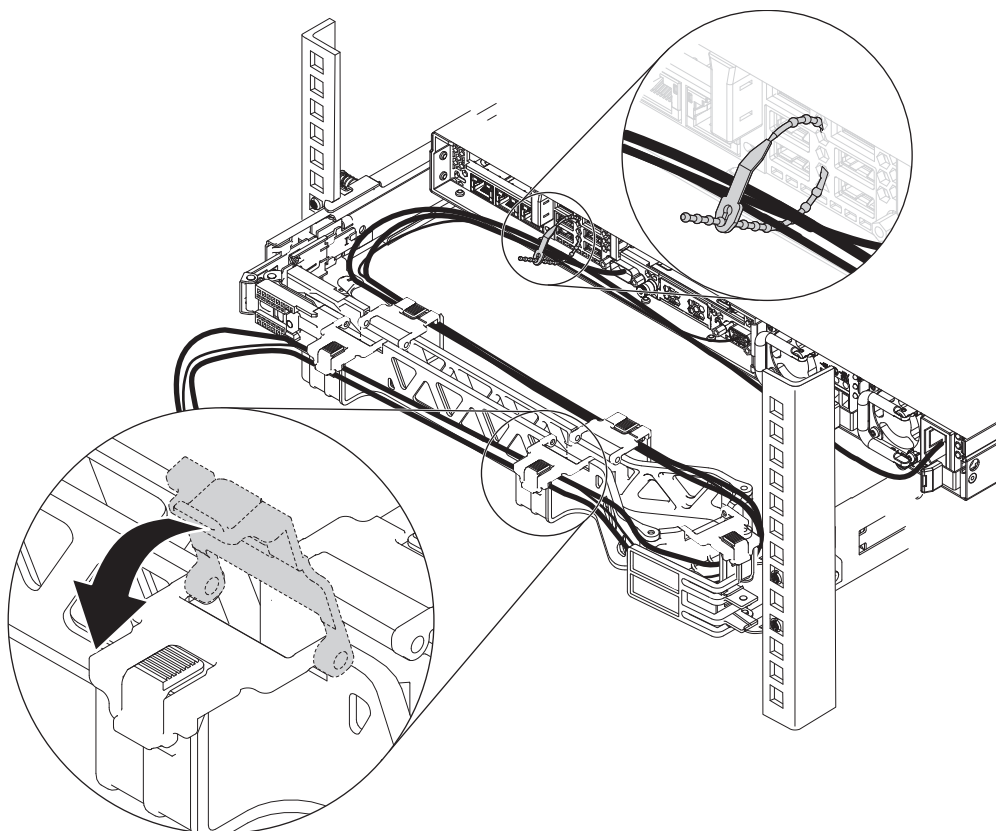

図 9. ケーブルとタイの切り離し
4. 18 ページの図 9 に示すように、配線ケーブルを切り離します。